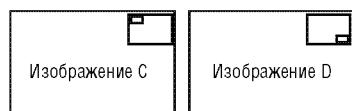

Рис. 23. Пример выбора положения увеличивающего фрагмента изображения
На рис. 23 показано, как в этом информационном окне выглядит переход от фрагмента, расположенного в верхнем левом углу (С), к фрагменту в нижнем правом углу изображения (D).
Положение увеличиваемого фрагмента можно изменять одним из следующих способов (рис. 23):